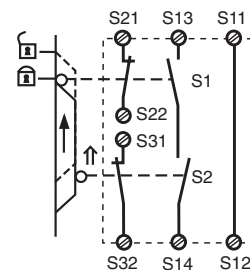

Fig. 7: Control de puerta protectora bicanal, rearme automático/Controllo bicanale riparo mobile, start automatico/Tweekanalige hekbewaking, automatische start
- Fig. 7: Rearme automático para el control de puerta protectora: El dispositivo está preparado para rearmarse con la puerta de protección abierta por medio del circuito de rearme S13-S14. Después de cerrarse los circuitos de entrada S11-S12, S21-S22 y S31-S32 se cerrarán los contactos de seguridad.
- Fig. 7: start automatico per controllo ripari mobili: Con riparo mobile aperto, il dispositivo è pronto per lo start attraverso il circuito di start S13-S14. Dopo la chiusura dei circuiti di ingresso S11-S12, S21-S22 e S31-S32 i contatti di sicurezza vengono chiusi.
- Fig. 7: Automatische start bij hekbewaking: Het apparaat is bij geopend hek via het startcircuit S13-S14 startklaar. Na sluiten van de ingangscircuits S11-S12, S21-S22 en S31-S32 worden de veiligheidscontacten gesloten.